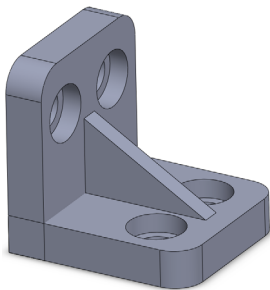

图 4-5 打开素材模型
(1) 单击常用工具栏中的【打开】按钮，打开一幅素材模型，如图 4-5 所示。